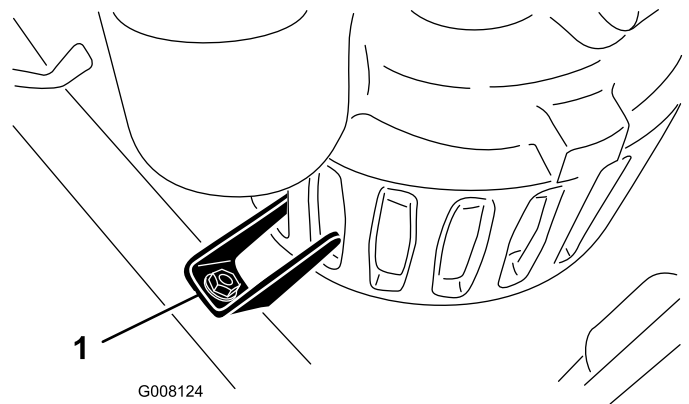

Figura 16
13. Introduzca la bomba en el bastidor y deslícela hacia adelante hasta que la pestaña de retención encaje en las ranuras de la bomba (Figura 16).